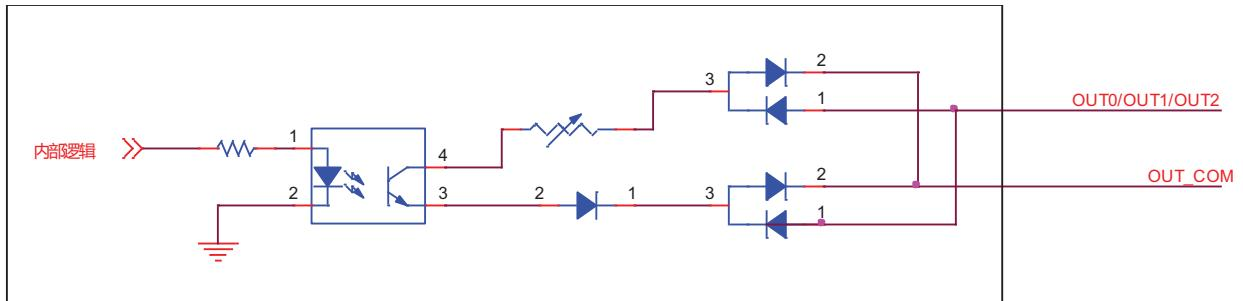

图5-16 I/O 输出接线
- I/O 接口的输出为开路输出：(接入电压 5~30V，电流不能超过 200mA，如图 5-16 所示。